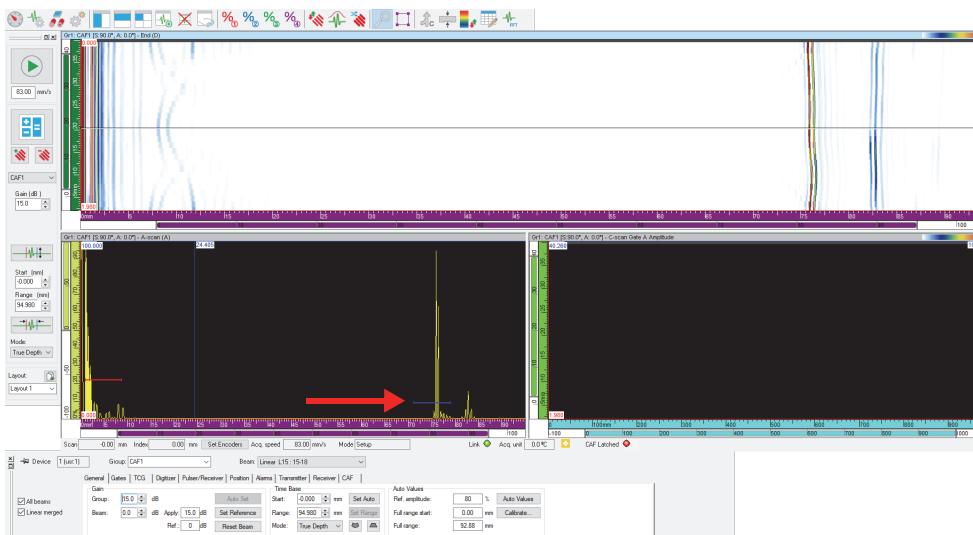
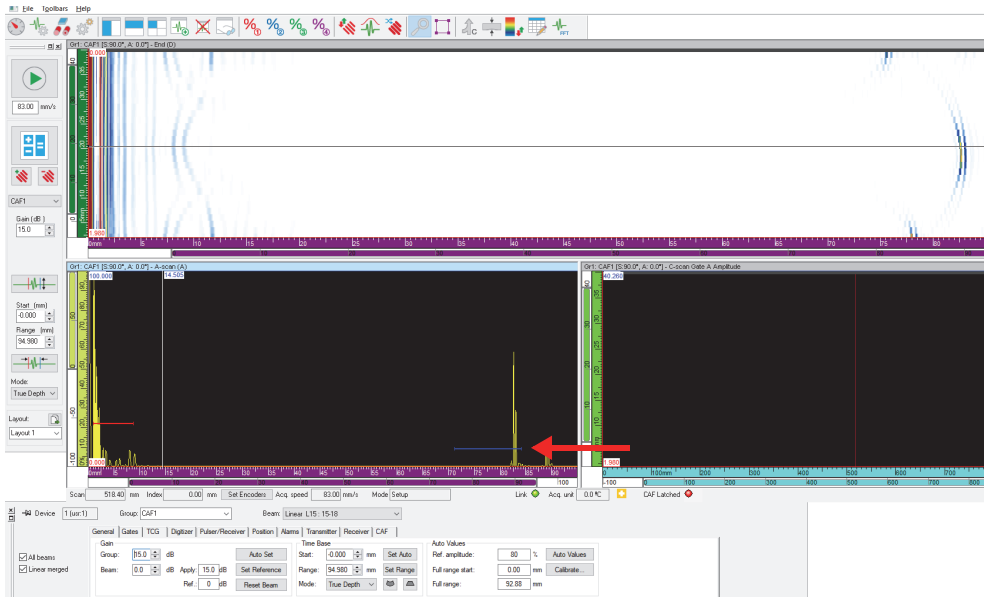

Figura 4-58 Definición del inicio de la puerta de interfase
Figura 4-59 Definición del fin de la puerta de interfase
5. Alinee la sonda en la muestra para obtener una buena concentricidad. Cuando la sonda es concéntrica con la muestra curva, la señal aparece plana, como en la Figura 4-58 en la página 163.
6. En esa posición, determine el inicio de la puerta de interfase (ver Figura 4-58 en la página 163).
- Si la geometría de la muestra varía, desplácese a la posición R2 (ver Figura 4-58 en la página 163). Determine el fin de la puerta de interfase (ver Figura 4-59 en la página 164)